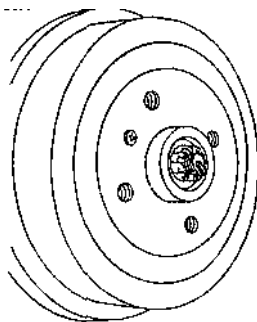

Рис. 5.28
- снять защитный колпачок со ступицы и извлечь шплинт (предварительно выпрямив его концы) из отверстия цапфы (рис. 5.28);